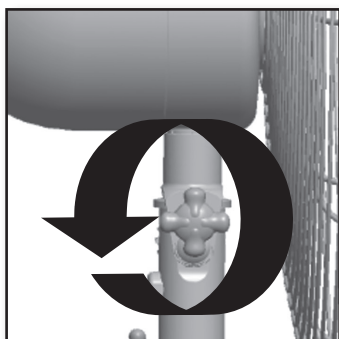

Figura 19
1. Afloje la perilla de ajuste debajo del motor del ventilador. Figura 19.